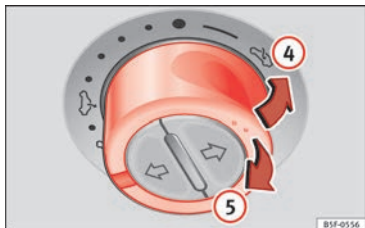

Fig. 12 Nel rivestimento interno del tetto: premere l'interruttore e tirarlo per alzare e chiudere il tettuccio.
- Ribaltamento all'indietro: girare la manopola sulla posizione » **fig. 12** ④. Per ottenere una posizione intermedia, mantenere la manopola attiva fino alla posizione desiderata.
- Abbassare: girare la manopola sulla posizione » **fig. 12** ⑤. Per ottenere una posizione intermedia, mantenere la manopola attiva fino alla posizione desiderata.